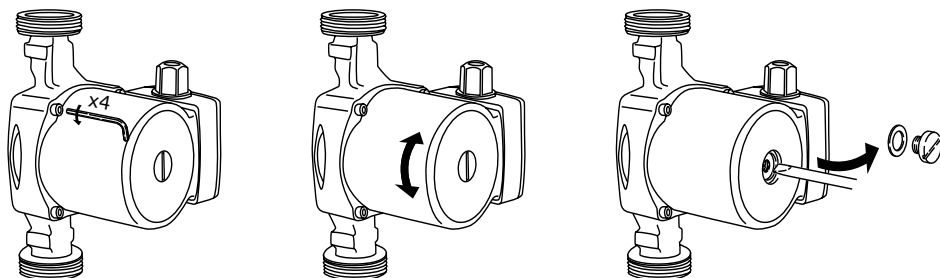

Рис. 6. Изменение положения головки электродвигателя.
Если при поставке клеммная коробка циркуляционного насоса не находится в требуемом положении, можно повернуть головку электродвигателя до монтажа насоса. Для этого отвинтите винты на корпусе насоса и поверните головку электродвигателя в требуемое положение (см. рисунок 6).
3. Убедитесь в том, что ротор по-прежнему вращается свободно. Для этого отвинтите резьбовую заглушку отверстия для удаления воздуха (см. рисунок 6) и с помощью плоской отвертки прокрутите вал электродвигателя. Вал с ротором должны вращаться свободно.